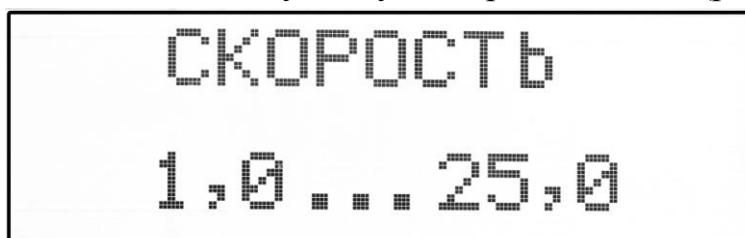

Рисунок 14
- максимально и минимально допустимую скорость сеялки (рисунок 14);